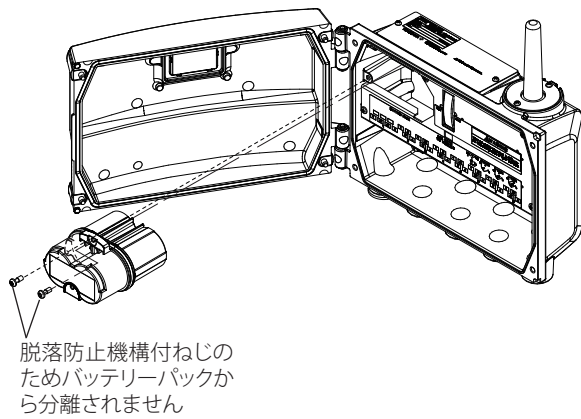

図 8.2 バッテリーパックの取り外し
① 前面ドアのふちの 4 個の M5 の六角穴つきボルトを緩めて開きます。作業には、二面幅 4 mm 六角穴用の六角棒レンチを使用してください。ボルトは反時計回り 7 回転で、ドアを開けられる状態になります。ゴムの摩擦力でボルトを保持する構造となっていますが、回し過ぎによるボルトの落下にご注意ください。
② バッテリーパック用固定ねじ（2 箇所）を緩めます（図 8.2）。
③ バッテリーパックを引き抜きます。